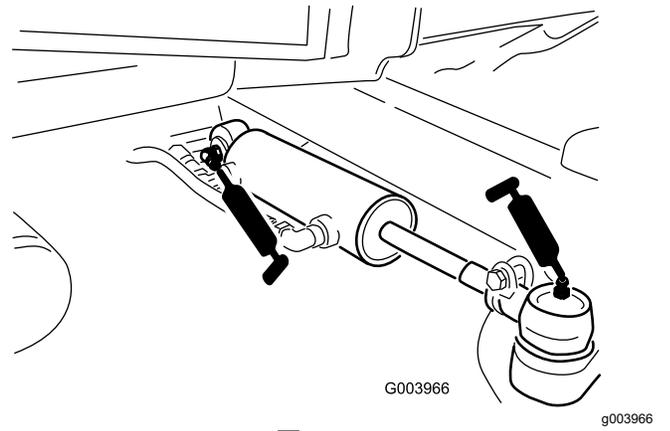

図 47
- ステアリングシリンダのボールジョイント 2ヶ所 図 47